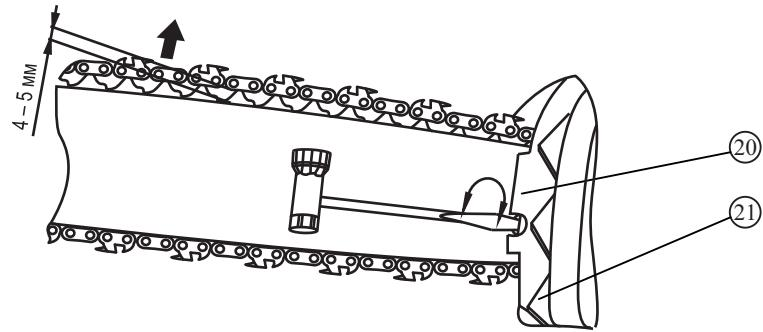

Рис. 3
- вращением отвертки винта натяжителя 20 на крышке 19 (рис. 3) обеспечьте положение штифта натяжителя так, чтобы при установке крышки он совпал с соответствующим отверстием шины;
- вращением отвертки винта натяжителя 20 на крышке 19 по часовой стрелке натяните пильную цепь так, чтобы при оттягивании цепи посередине шины она отходила приблизительно на 4-5 мм, не выходя из пазов и свободно двигалась от руки (рис. 3);